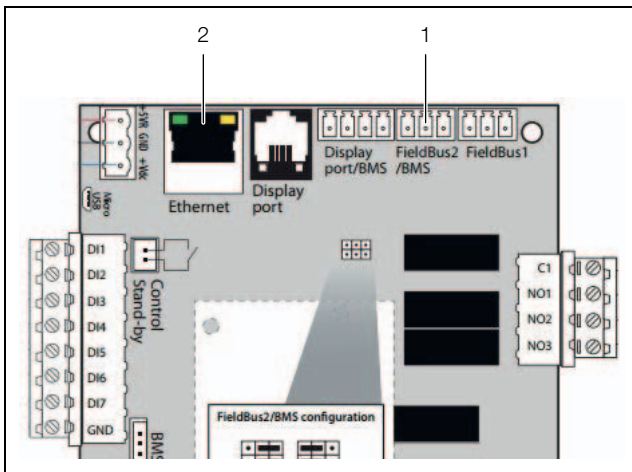

Imagen 19: Conexiones
- Utilice la conexión «FieldBus2» (imagen 19, pos. 1) de la placa para conectar el equipo a un dispositivo de vigilancia.
- Utilice la conexión «Ethernet» (imagen 19, pos. 2) de la placa para conectar el equipo a través de páginas web a un dispositivo de vigilancia.